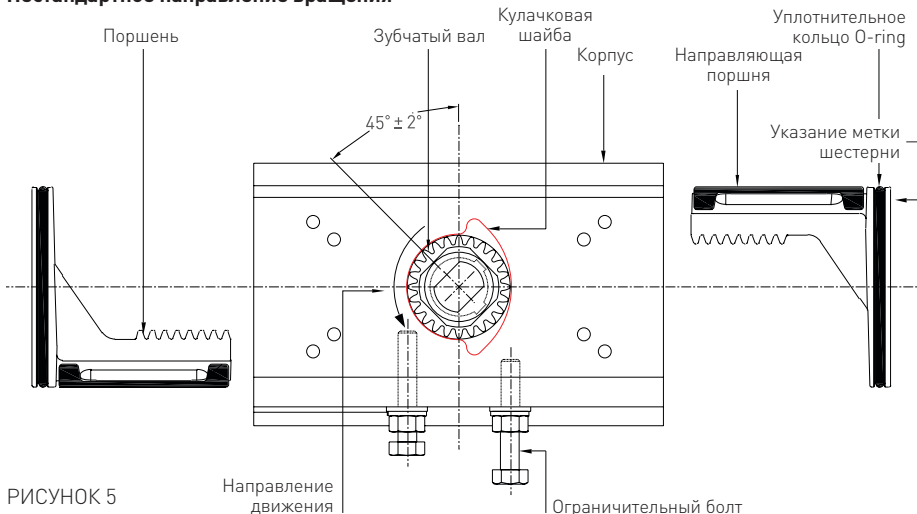

РИСУНОК 5
2. Разместите выходной вал под углом 45° , как показано на рис. 5.
3. Вставьте поршни вместе с подложками (9), при этом ножки поршней должны быть с правой стороны отверстия, если смотреть с края с уплотнительным кольцом поршня (рис. 5), чтобы зубчатые рейки вошли в зацепление с зубчатым валом, затем осторожно надавите внутрь. Теперь привод находится в полностью открытом положении, а указатель вала должен быть под углом 95° градусов.
5. Вставьте левый (открыто) болт ограничения хода (21) вместе с уплотнительным кольцом (19),